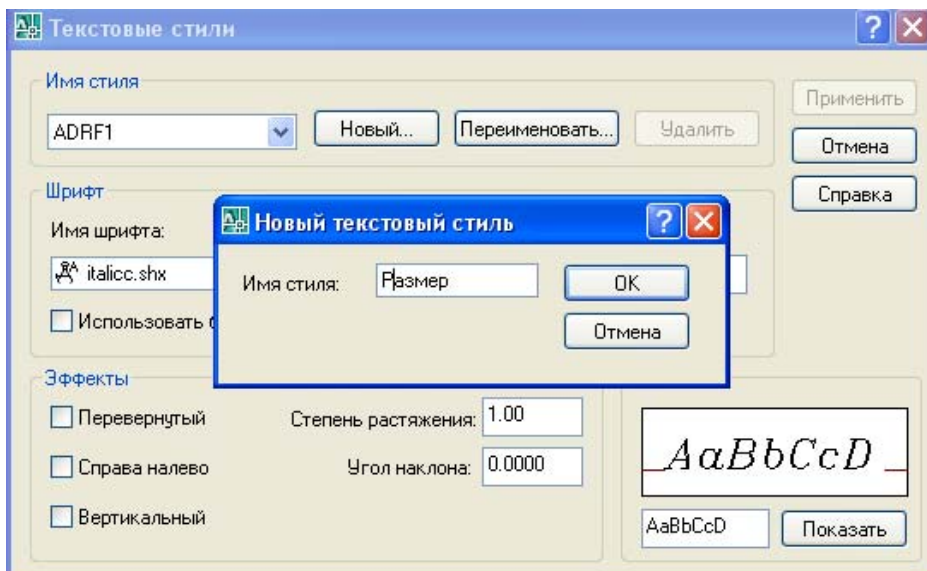
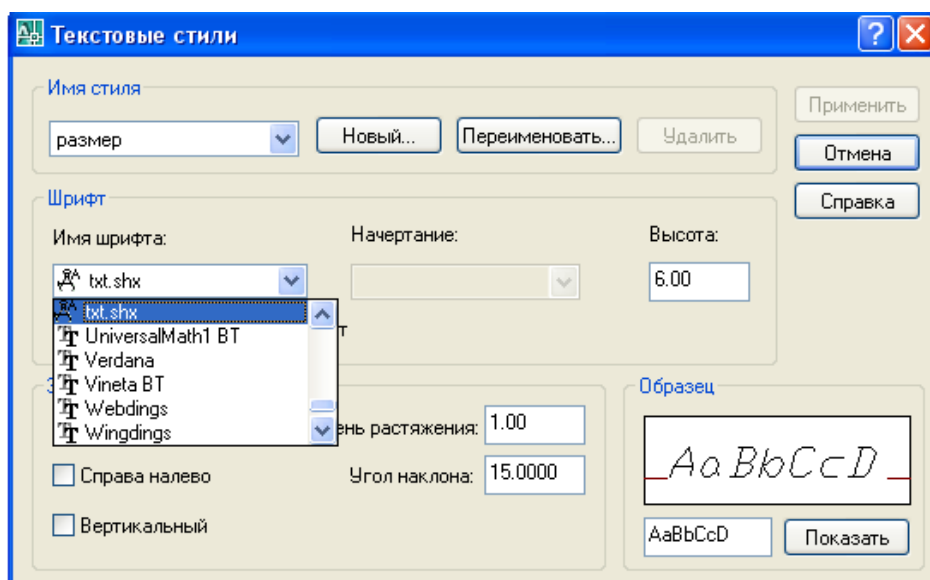

Рис. 1.27. Присвоєння імені новому текстовому стилю
Рис. 1.28. Налаштування текстового стилю
- на екрані з'явиться вікно «Текстовые стили» (рис. 1.27);
- клацнути по закладці «Новый» у вікні, що з'явилося, дати ім'я новому текстовому стилю «Размер» (рис. 1.27). Після цього у вікні «Текстовый стиль» необхідно (рис. 1.28):